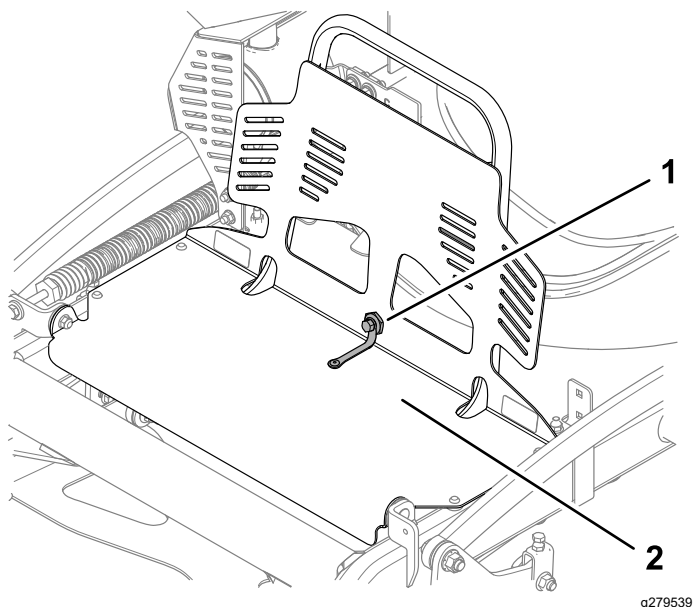

Figura 24
2. Fissate la protezione del motore alla protezione della prolunga con il bullone e il dado di spallamento come illustrato nella Figura 24.